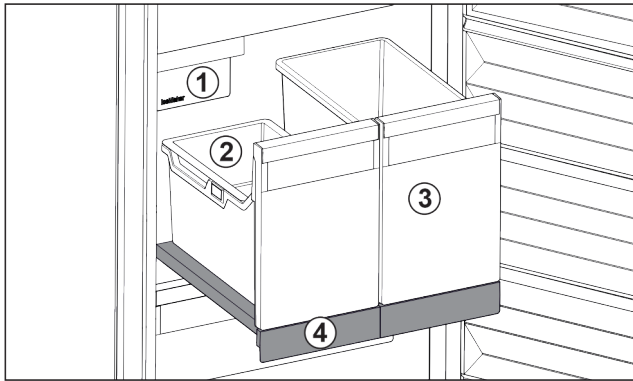

Fig. 98 IceToweriga väljatõmbetahvel
Väljatõmbetahvil on kaks kõrget anumat (IceTower). Anumas Fig. 98 (2) kogutakse ja säilitatakse IceMakerist pärit jääkuubikuid. Anum Fig. 98 (3) sobib kõrgete toiduainete nagu pitsade või alkoholsete jookide säilitamiseks.